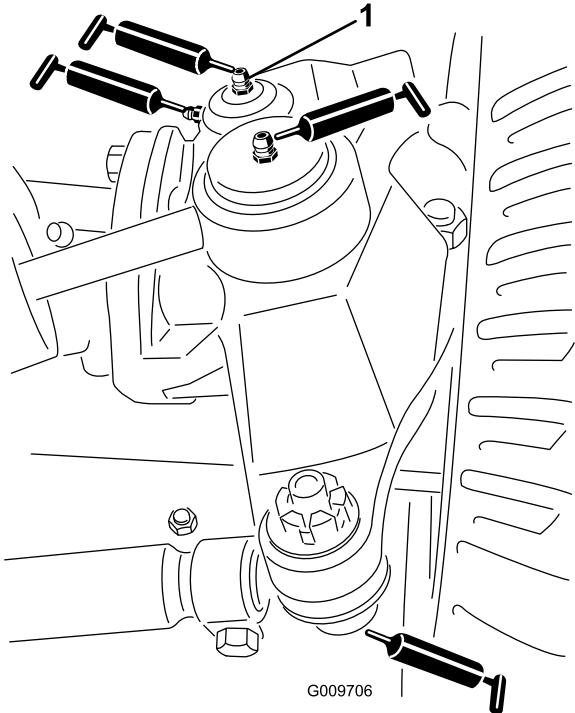

図 24
- ステアリングシリンダのボールジョイント 2ヶ所 図 24
- タイロッドのボールジョイント 2ヶ所 図 24
- キングピンのブッシュ2ヶ所 図 24。但しキングピン上部は1年に1回のみポンプ2回押しのみとする。